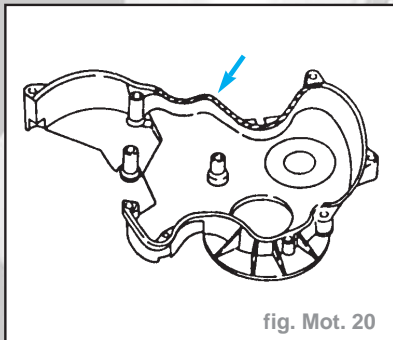

fig. Mot. 20
- Reposer les carters supérieur et inférieur de courroie de distribution, appliquer du joint liquide (flèche) sur le carter inférieur (fig. Mot. 20).